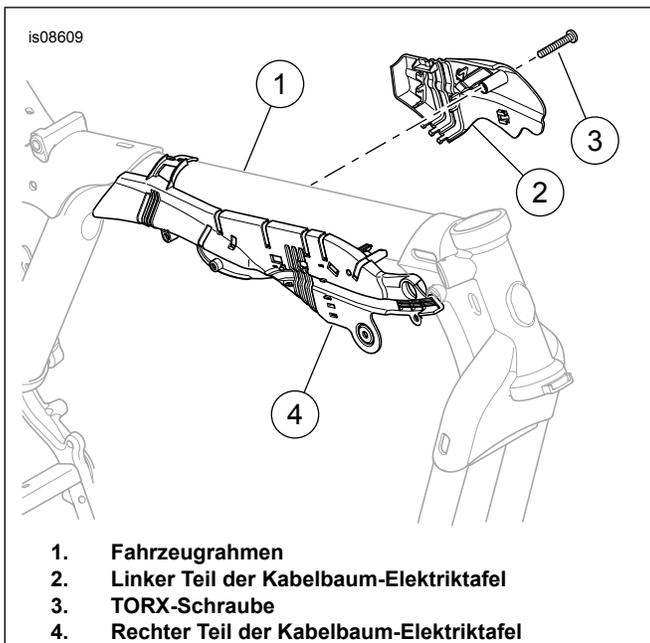

Abbildung 1. Zugang zu Hauptkabelbaum
3. Siehe Abbildung 1. Die TORX-Schraube (3) entfernen. Den linken Teil der Elektriktafel (2) vom rechten Teil (4) und dem Fahrzeugrahmen (1) lösen.
8. Siehe Abbildung 1. Den zusammengebauten Steckverbinder [31B] von der Außenseite in die Elektrihtafel (4) an der rechten Seite des Rahmens hinter dem Lenkkopf einführen.